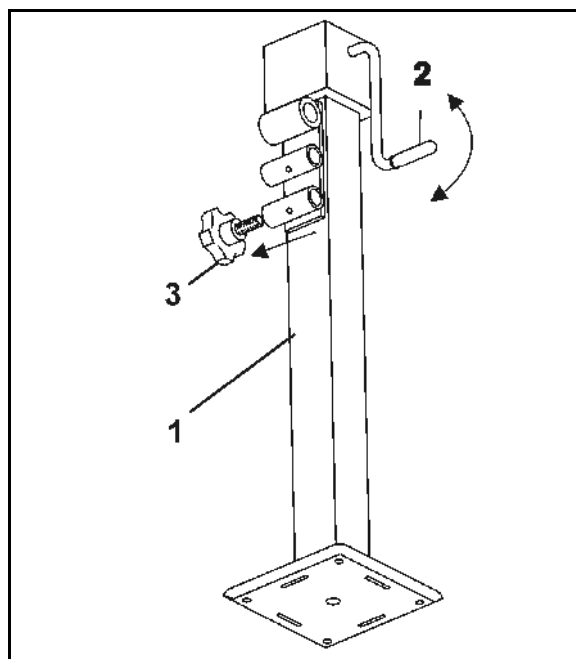

Рис. 28
(Рис. 28/1):
1. С помощью рукоятки (Рис. 28/2) втяните опору вверх.
2. Вытяните палец (Рис. 28/3).
Опускание опоры (Рис. 28/1) :
1. Вытяните палец (Рис. 28/3).
3. С помощью рукоятки (Рис. 28/2) выдвиньте опору вниз.